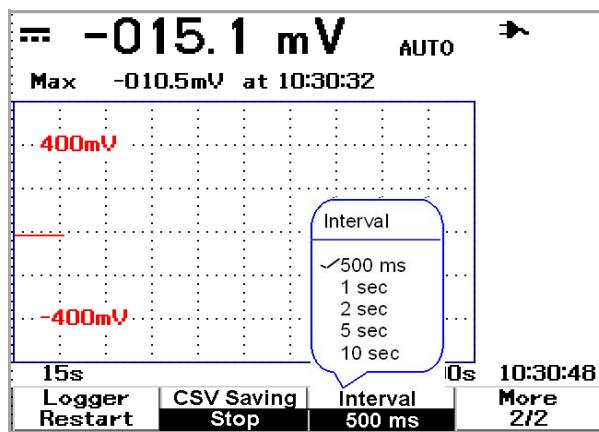

图 5-4 设置间隔时间
- 4 要更改间隔时间设置，请反复按 F3 向下滚动列表，并选择适当的值（请参考下面的图 5-4）。